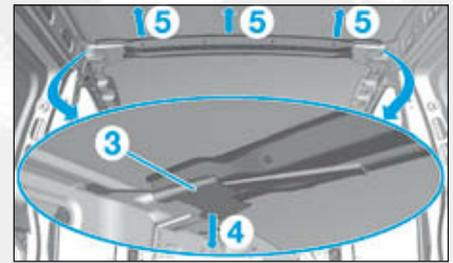

FIG. 133
- Écarter légèrement le renfort de pied milieu (3) à l'aide d'un burin suivant la flèche (4) (Fig.133).
- Dégager la traverse centrale de pavillon vers l'arrière du véhicule suivant la flèche (5) et la déposer.